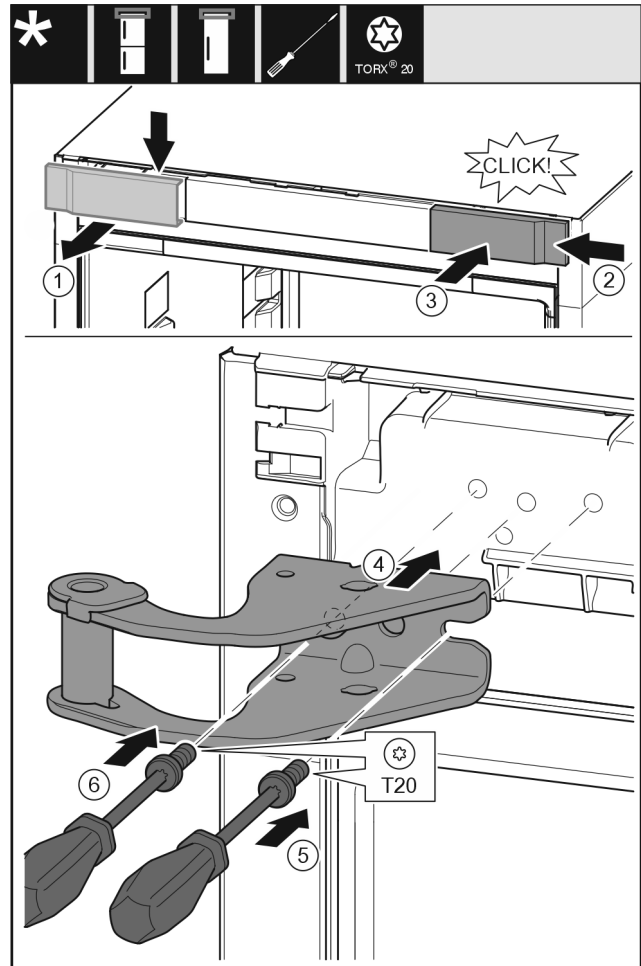

Fig. 12
- ▶ Abdeckung Fig. 12 (1) von oben nach vorne abnehmen.
- ▶ Abdeckung Fig. 12 (2) um 180° gedreht auf der anderen Seite von rechts einhängen.
- ▶ Abdeckung Fig. 12 (3) einrasten.
- ▶ Oberen Lagerbock Fig. 12 (4) ansetzen.
- ▶ Schraube Fig. 12 (5) mit Schraubendreher ansetzen und festdrehen.
- ▶ Schraube Fig. 12 (6) mit Schraubendreher ansetzen und festdrehen.